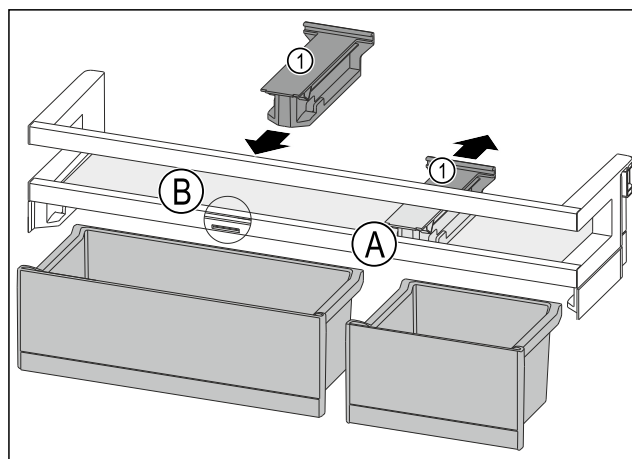

Fig. 190
- Largoni nga prapa pjesën mbajtëse Fig. 190 (1) në pozicionin Fig. 190 (A).
- Vendosni pjesën mbajtëse Fig. 190 (1) në pozicionin Fig. 190 (B).